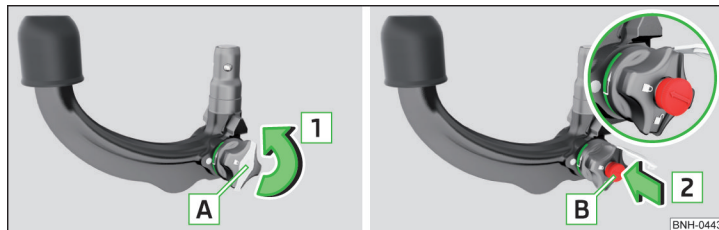

Abb. 104 Kappe vom Schloss abnehmen / Schlüssel in das Schloss stecken
- Die Kappe **A** vom Schloss in Pfeilrichtung **1** » Abb. 104 abnehmen.